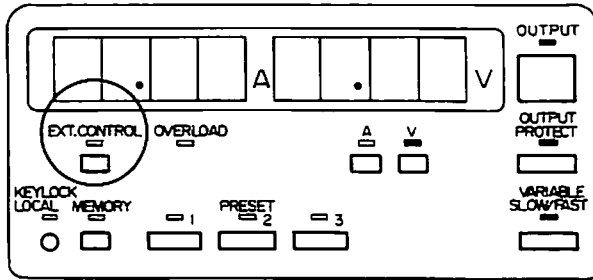

図12
- 1) 図12の様に、EXT CONTROL LED⑧が、消灯状態にあることを確認してください。
- 2) EXT CONTROLキー⑧を押すと、EXT CONTROL LEDは、消灯状態より点灯状態となります。EXT CONTROL LEDが点灯状態になると、EXT CONTROL端子は開放状態より導通状態となります。